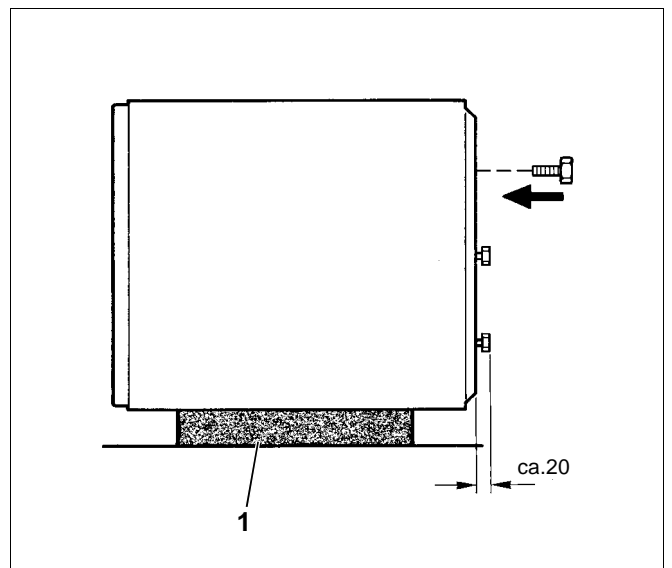

Abb. 3 Speicher auf Deckelpolster (Prinzipabbildung)
- Deckelpolster (Styropor) entfernen. Speicher über die Kante der Bodenpalette mit der Rückwand auf das vorher entnommene Deckelpolster (Abb. 3, Pos. 1) legen.